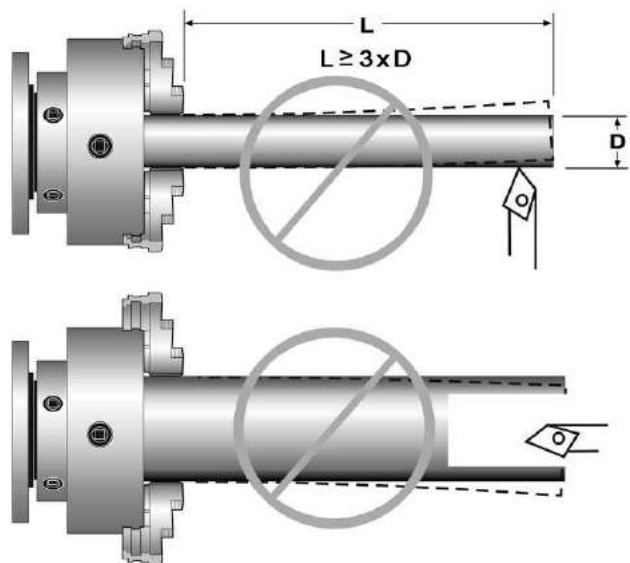

Рис.25
- Избегайте больших вылетов заготовки, т.к. ее конец может согнуться или отлететь (Рис.25). Используйте люнет или поджимайте заготовку задним центром.